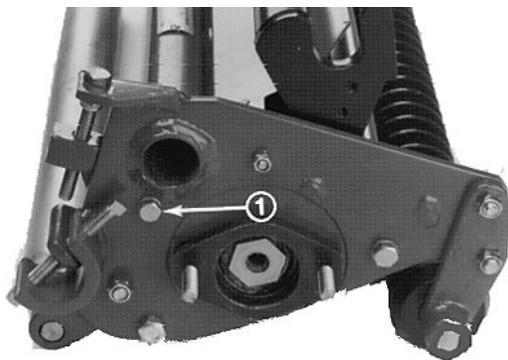

Fig. 4
1. Løsn låsebolten i siden af klippeenheden (Fig. 4).